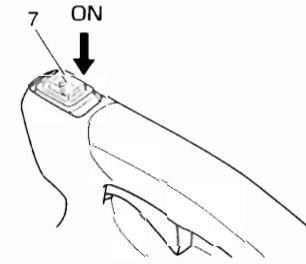

Fig. 4
1. Compruebe que el interruptor (7) está en ON. (Fig.4)